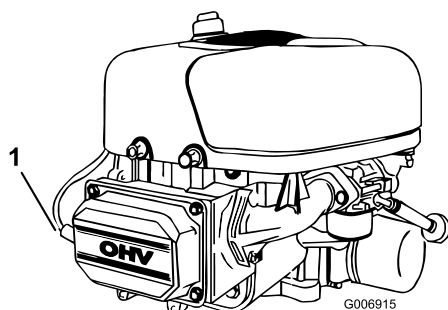

Figure 22
5. Débranchez la bougie (Figure 22).
3. Branchez la bougie (Figure 22).